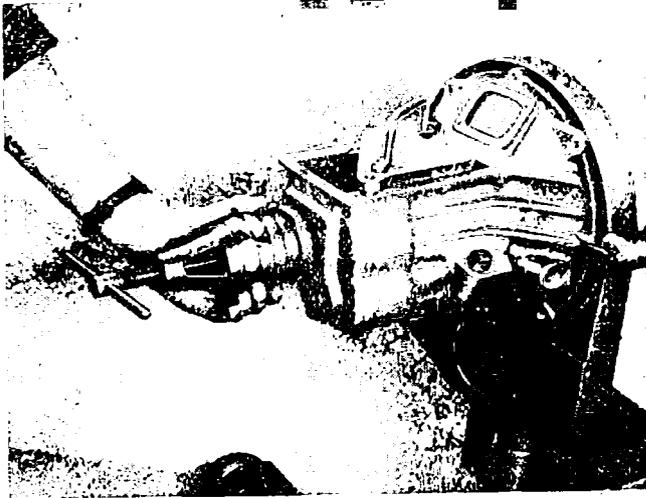

Abb. 4. Abziehen des Kugellagers mittels des Gerätes Ac Eca 790
8. Am Gehäuse wird die Blockierungsvorrichtung Ac Oca 436 der Gleichlaufkupplungen aufgelegt und das rückwärtige Kugellager mittels der Abziehvorrichtung Ac Eca 790 von der gerillten Welle abgezogen (siehe Abb. 4), Die Abziehvorrichtung wird am Innenring des Kugellagers eingesetzt und durch Verschiebung der Muffe gesichert.